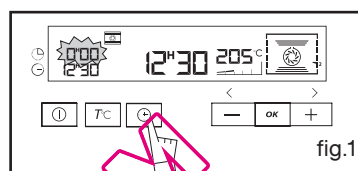
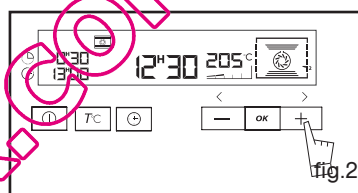

fig.1
fig.2
Displayet blinker kl. 12:00 (fig.1).
Indstil klokkeslættet ved at trykke på knapperne + og - (hvis du holder knappen nede, ruller tallene forbi) (fig.2).
Tryk på tasten ⊖ i nogle få sekunder, indtil displayet (fig.1) blinker, og slip tasten igen. Nogle biplyde angiver, at indstilling nu kan udføres.
Foretag indstillingen af klokkeslættet ved hjælp af tastene + og - (fig.2).
Tryk på tasten ① (fig.1), og foretag dit valg ved hjælp af tasterne + eller - (fig.2).
- Displayet blinker ved 0:00 for at angive, at du nu kan foretage en indstilling (fig.1).
Eksempel: 30 min. tilberedning (fig.2).
Displayet blinker for at angive, at du nu kan foretage en indstilling (fig.1).
Eksempel: sluttid kl. 16H00 (fig.2).
- Tryk 3 gange på tasten  (fig.1).
- Regulér den valgte tid ved hjælp af tasterne + eller - (fig.2).